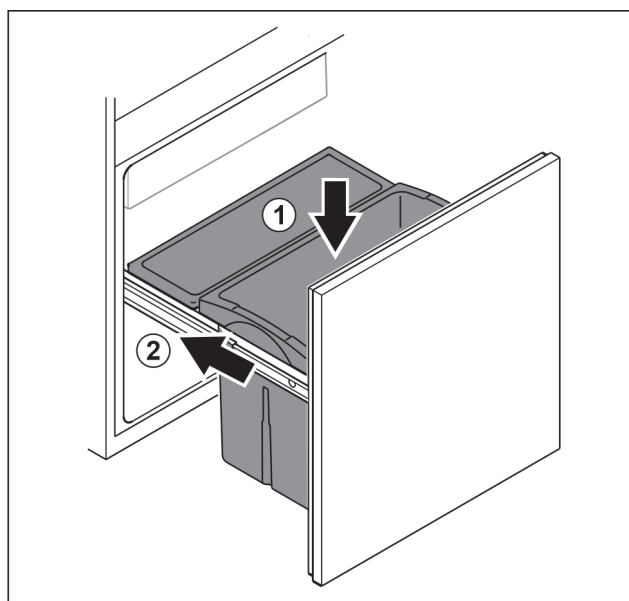

Fig. 102
- ▶ Vložte zásuvku zhora. Fig. 102 (1)
- ▶ Zasuňte vyťahovací vozík. Fig. 102 (2)